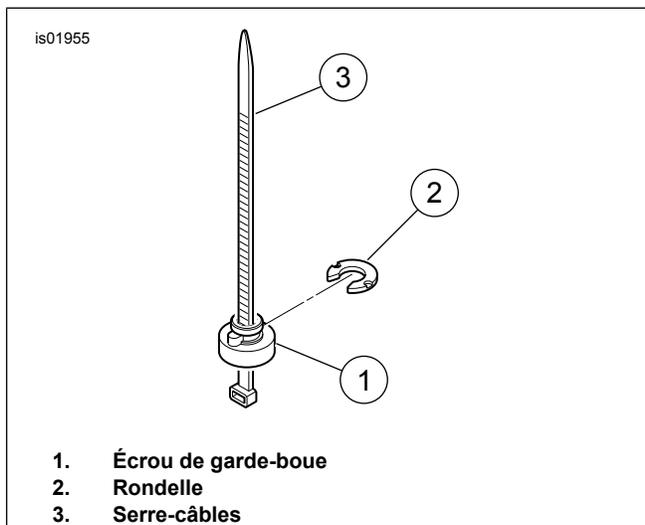
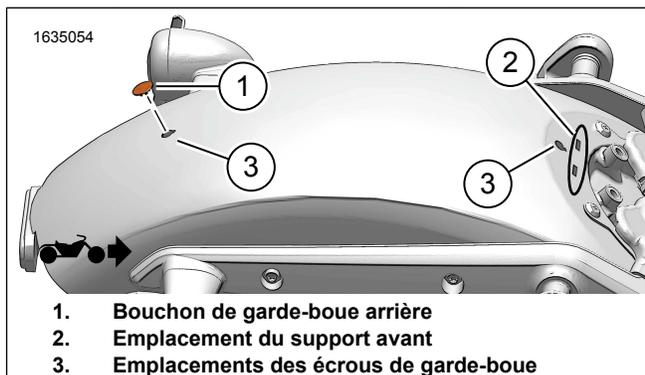
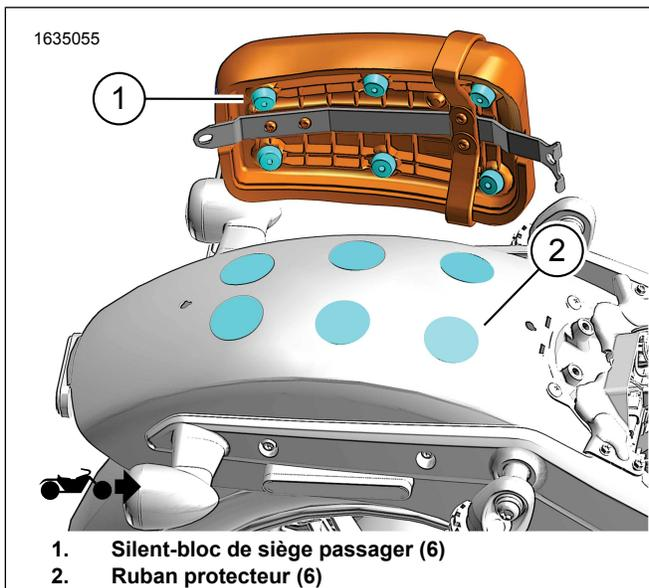
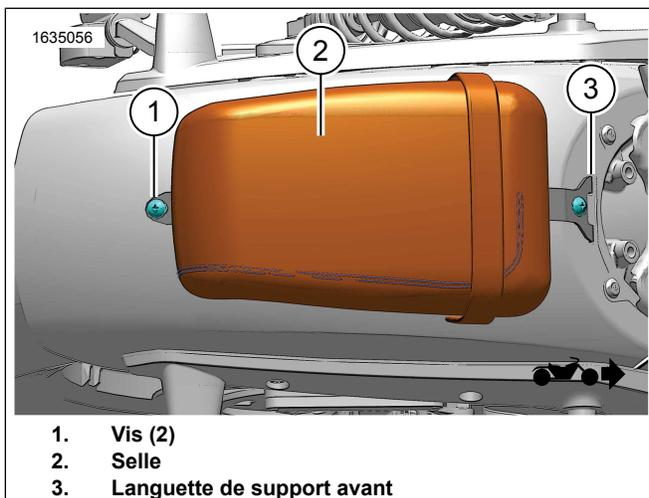

Figure 2. Installer les écrous du garde-boue
Figure 3. Retirer le bouchon du garde-boue arrière
Figure 4. Ruban protecteur
Figure 5. Installer le siège passager
2. Voir la figure 3. Retirer le bouchon du garde-boue arrière (1).
1. Voir la figure 2. Installer les écrous de garde-boue du support arrière (1) et les rondelles (2).
- a. Serre-câble (3) utilisé pour faciliter l'installation de l'écrou et de la rondelle à travers le bas du garde-boue.
- b. Avec avoir placé la nervure sur l'écrou du garde-boue (1) dans l'encoche du trou du garde-boue, glisser la rondelle (2) en place.
- c. Enlever le serre-câbles (3).
2. Voir la figure 4. Marquer et appliquer du ruban protecteur (2).
- a. Marquer le fond des silent-blocs du siège passager (1) avec de la craie.
- c. Placer du ruban protecteur (2) sur le garde-boue arrière au-dessus des marques.
3. Figure 3 et Figure 5 . Installer le siège du passager.
- a. Engager la languette du support avant (3).
- b. Attacher avec les vis (1). Serrer.